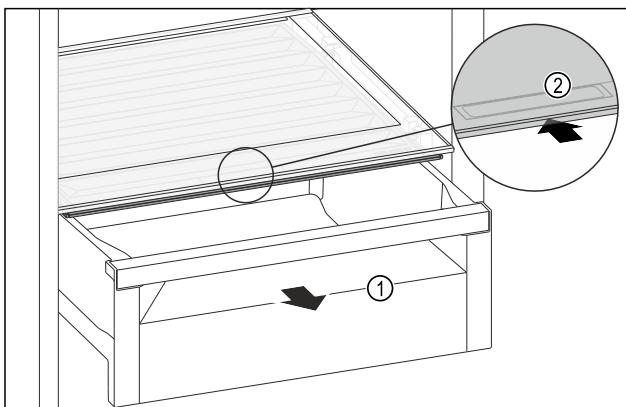

Fig. 124
- Извлеките выдвижной ящик Fig. 124 (1).
- Возьмитесь за утопленную ручку Fig. 124 (2) на крышке отделения и одновременно введите крышку отделения назад.